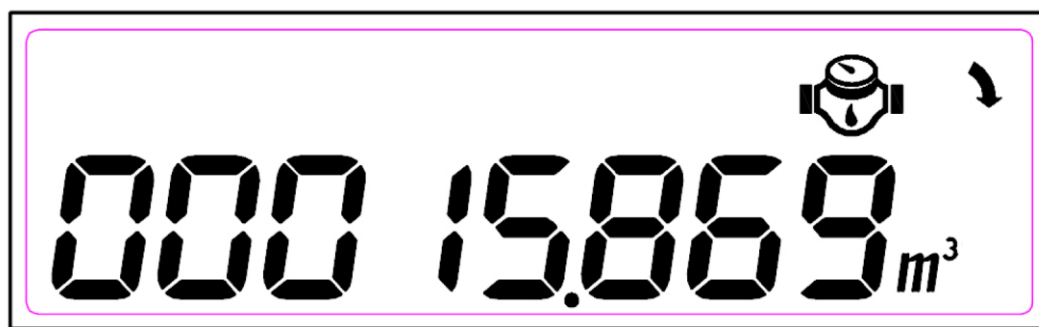

Рисунок 9
2.3.8 Основное окно, демонстрирующее суммарный приведенный объем воды, прошедший через счетчик с момента его изготовления (рисунок 9).